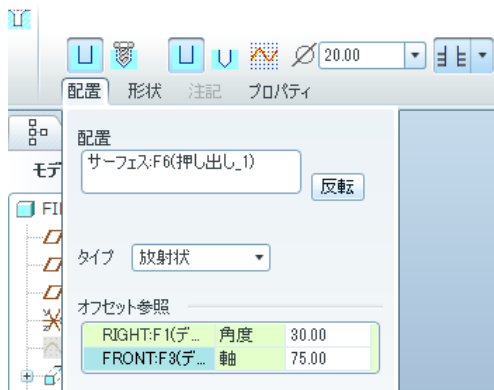

図 13-62 諸値の設定
- ・ 図 13-62 に示すように「配置」から「オフセット参照コレクター」を選択する。次に「Ctrl」キーを押しながら、データム平面「RIGHT」とデータム平面「FRONT」を選択する。